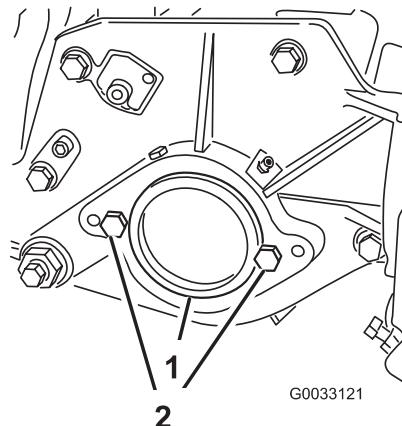

Figure 6
- A l'extrémité droite du plateau de coupe, retirez l'obturateur en plastique du logement de roulements (Fig. 6).
- Retirez les 2 vis de la plaque latérale droite (Fig. 6).
1. Obturateur en plastique 2. Vis (2)
- Placez les 2 vis de fixation du moteur de cylindre sur la plaque latérale gauche du plateau de coupe sans les serrer (Fig. 6).